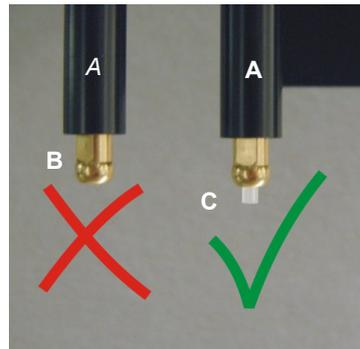

Fig. 7-35 Tuyauterie de pipetage MultiSense
- ♦ Veiller à ne pas enfoncer la tuyauterie dans l'adaptateur d'embout. Elle doit dépasser comme indiqué sur la Fig. 7-35 « Tuyauterie de pipetage MultiSense »,  7-65.